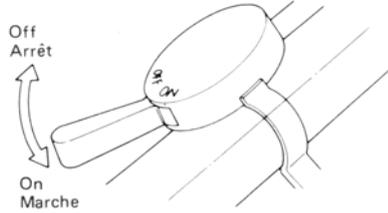

Fig. 7
- 3) Set the stop switch to the "ON" position. (Fig. 7)
- 3) Placer le bouton d'arrêt du moteur à la position "ON". (Fig. 7)